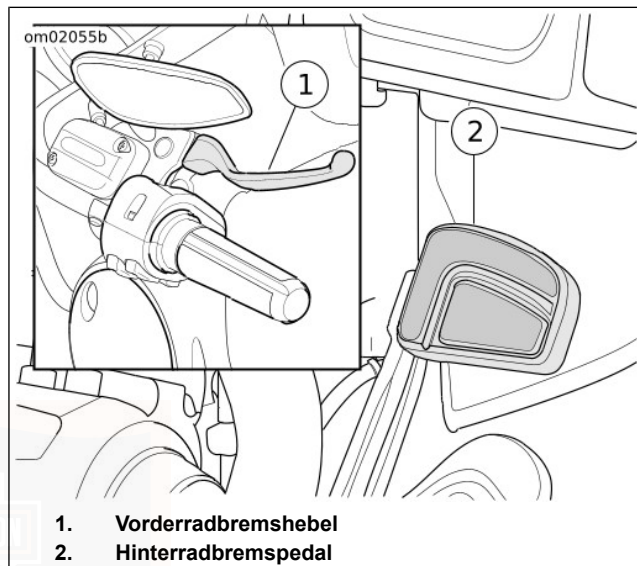

Abbildung 22. Bedienungselemente für Bremsen
Siehe Abbildung 22. Mit dem Vorderradbremsehebel (1) wird die Vorderradbremse betätigt. Der Hebel befindet sich am rechten Lenker. Den Handhebel mit den Fingern der rechten Hand betätigen.
Siehe Abbildung 22. Mit dem Hinterradbremspedal (2) wird die Hinterradbremse betätigt. Das Pedal befindet sich auf der rechten Seite. Das Hinterradbremspedal mit dem rechten Fuß betätigen.